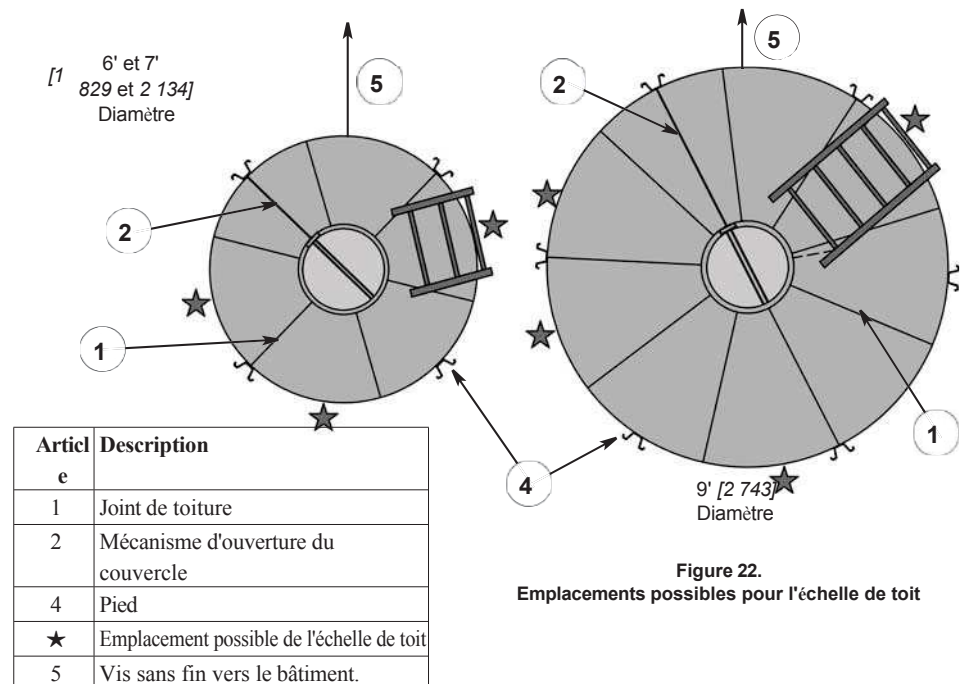

Figure 22. Emplacements possibles pour l'échelle de toit
**L'échelle de toit est centrée au-dessus d'un panneau de toit, mais ne sera pas centrée entre les pieds. Assurez-vous que l'emplacement de l'échelle de toit n'empêche pas l'échelle latérale d'accéder à d'autres équipements. Voir la figure 22.**